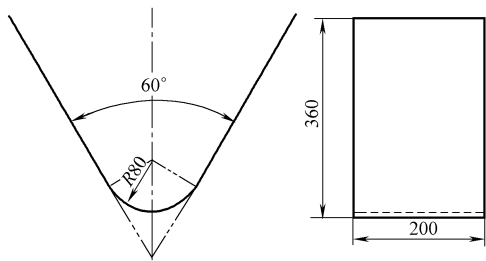

图 3-4
8. 图 3-4 所示为一用厚度为 6mm、材质为 Q235 钢板弯制的工件, 试计算其单角自由弯曲力 (Q235 钢板的抗拉强度为 380MPa)。